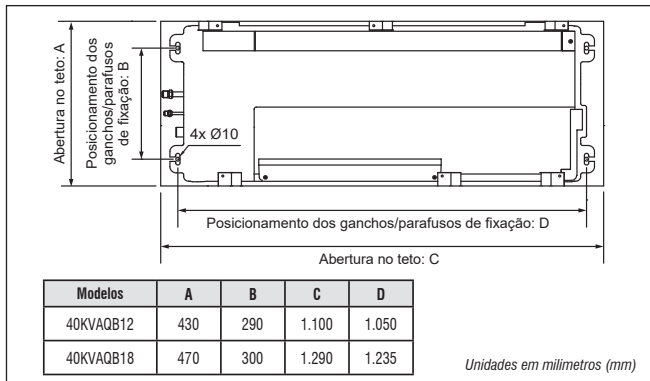

FIG. 37 - ABERTURA NO TETO E POSICIONAMENTO DOS PARAFUSOS DE FIXAÇÃO
2. Faça então a instalação dos ganchos observando o posicionamento destes conforme apresentado também no gabarito de instalação - Fig. 37.